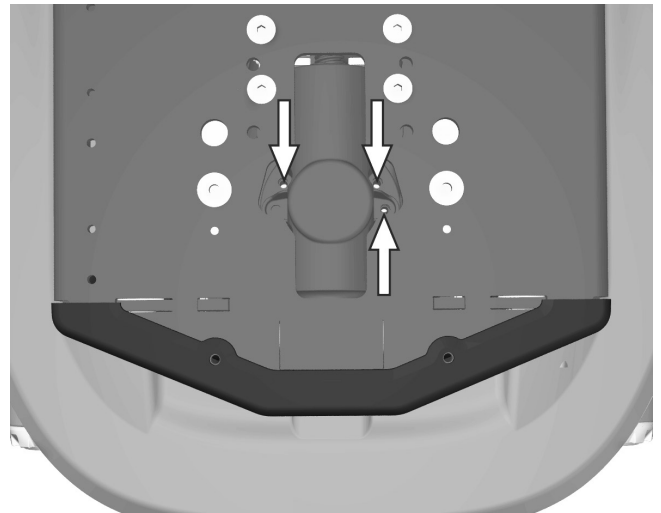

Abbildung 69. Der Sitzkantelungsmotor ist mit drei Schrauben befestigt.
2. Sitzkantelungsmotor wieder montieren. Er ist mit drei Schrauben befestigt. Siehe Abbildung. 69.